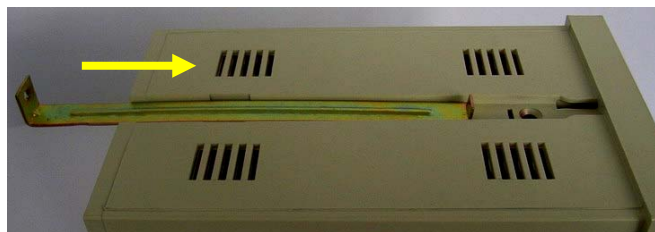

图 7. 插入长支架
5.2.2 将长支架插入显示仪外壳上下两侧的长方形沟槽内，两端弯曲处朝上，如图 7 所示。